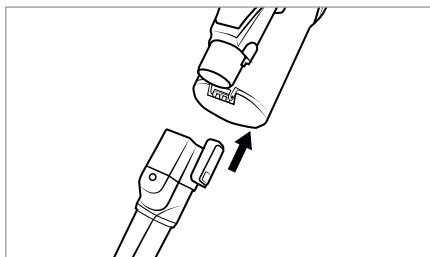

Fig. 14
- ♦ Monte el accesorio en el tubo de aspiración 23 o en el orificio de aspiración del aparato hasta que encaste con un chasquido (consulte la fig. 14). Para ello, asegúrese de que el encaste esté en la posición correcta.